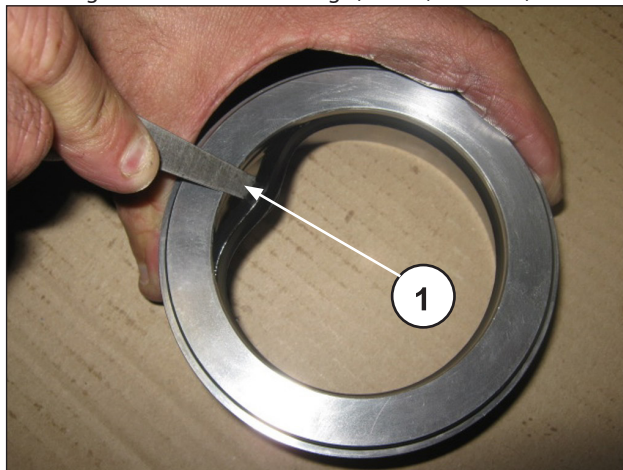

Abb. 247
Zur Abnahme der ND-Dichtung müssen Sie eine Fühlerlehre oder ein ähnliches Werkzeug verwenden, das den Sitz des Dichtungshalters nicht beschädigt (Pos. ①, Abb. 247).